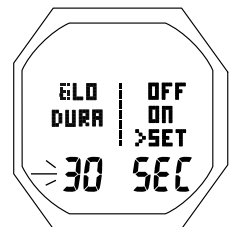

Fig. 49 - RÉGLAGE DE LA DURÉE DE RÉTROÉCLAIRAGE
**RÉGLAGE DE LA DURÉE DE RÉTROÉCLAIRAGE (GLO DURA) :** paramètres affichés (Fig. 49)